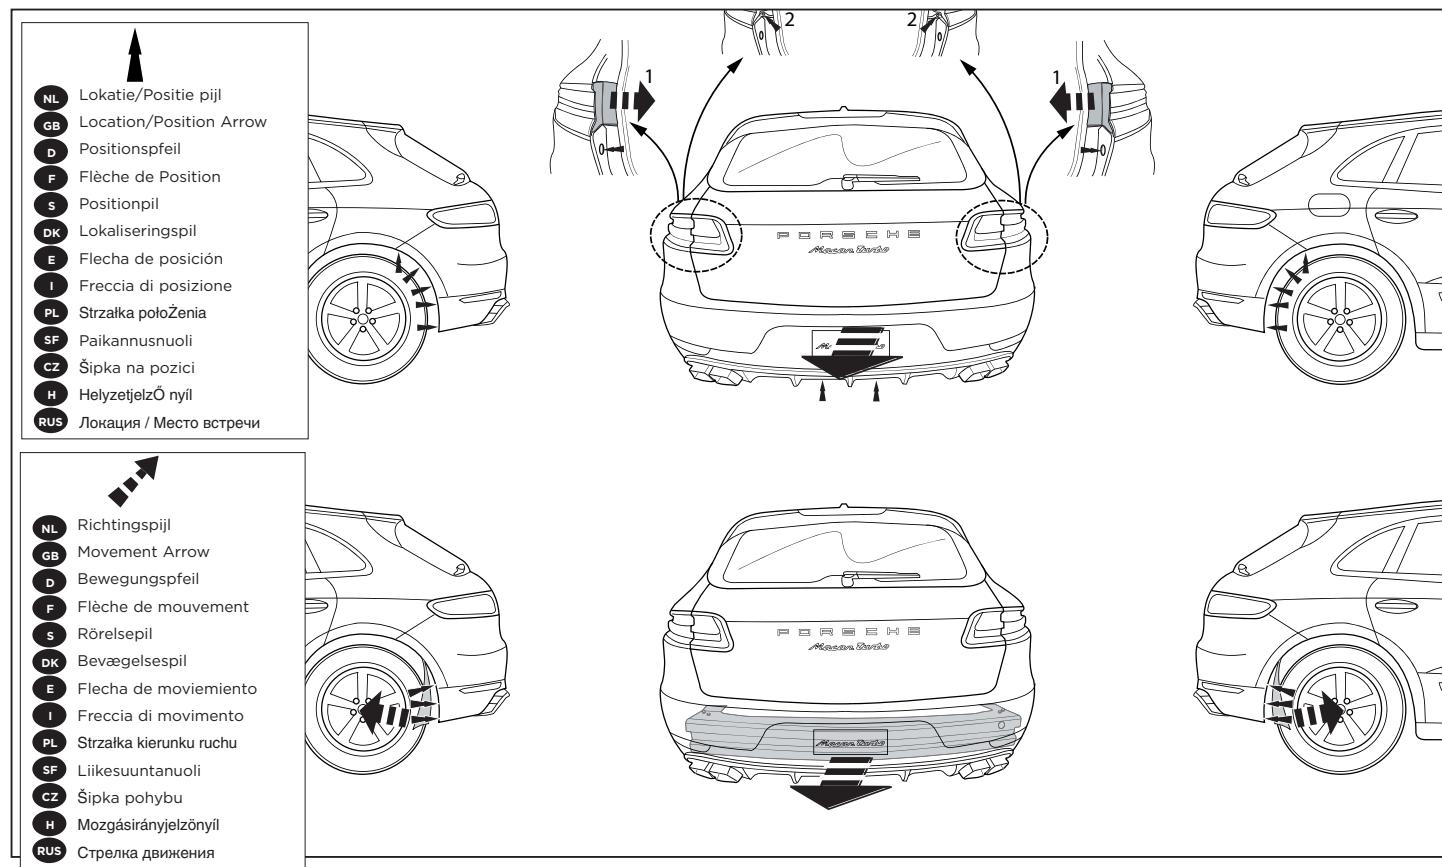

Fig. 1
3. Remove the bumper and the steel buffer beam from the vehicle. The buffer beam will no longer be needed. See figure 1.
3. Die Stoßstange einschließlich des Stahlernen Stoßbalakens vom Fahrzeug abmontieren. Der Stoßbalken wird nicht mehr benötigt. Siehe Abbildung 1.
3. Déposer le pare-chocs du véhicule y compris la traverse en acier la traverse ne sera plus utilisée. Voir la figure 1.
3. Demonter kofangeren, inklusive køretøjets stålstødbjælke. Denne bliver overflødig. Se fig. 1.